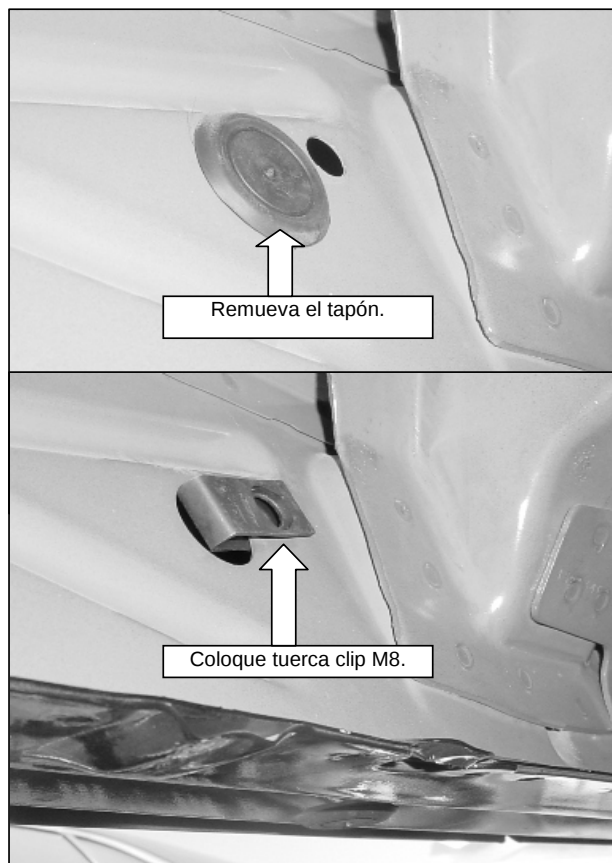

ILUSTRACIÓN 2
4. En modelos **DOBLE CABINA**, localice en la parte delantera y central de la carrocería del vehículo el barreno roscado y tuerca existente. **VER FOTO 1.** Coloque el bracket y fije de acuerdo a la **ILUSTRACIÓN 1**. **NOTA: Coloque el espaciador como se muestra en la ilustración 1.** En la parte trasera localice el barreno e inserte una tuerca clip M8. **VER FOTO 2.** Coloque el bracket y fije de acuerdo a la **ILUSTRACIÓN 2**. Repita para el lado contrario.
5. En modelos **CABINA Y MEDIA**, localice en la parte delantera, central y trasera de la carrocería del vehículo el barreno e inserte una tuerca clip M8. **VER FOTO 2.** Coloque el bracket y fije de acuerdo a la **ILUSTRACIÓN 2**. Repita para el lado contrario.